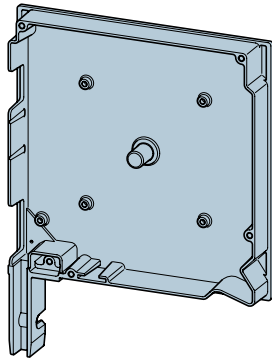

Рис. 7.
- при использовании привода с системой аварийного ручного подъема (**NHK**) обязательно использование крышек боковых с бобышками для крепления без засверловки (**SF90/137u-B**, **SF90/150u-B**, **SF90/165u-B**, **SF90/180u-B**, **SF45/205u-B**, **SF45/230u-B** и **SF45/250u-B** (рис. 7 и 9). Не рекомендуется вывод петли привода аварийного подъема внутрь помещения, т. к. в данном месте создается мостик холода и возможно промерзание стены;